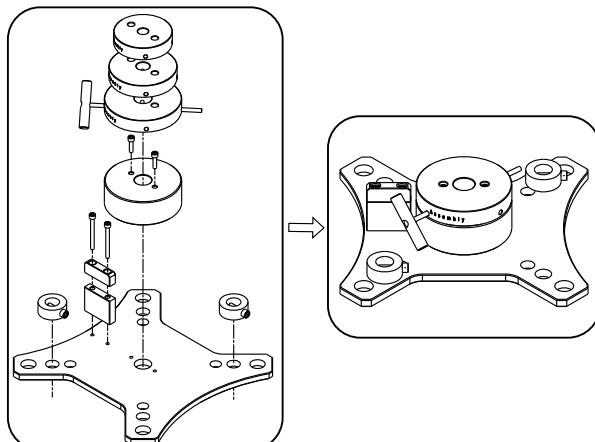

Рис. 20 Приспособление H2
- Соберите приспособление H2. См. рис. 20.